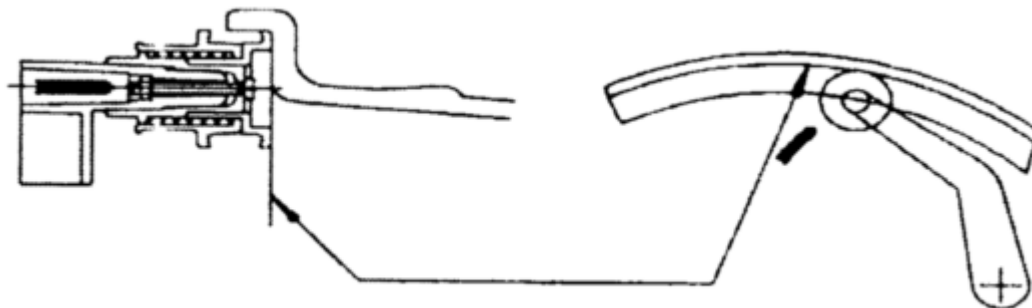

Рис. 4 - ДИСТАНЦИЯ + ДИАМЕТР ОБОДА
- Выдвинуть измерительную штангу в положение, как показано на рис.4. При перемещении штанги показания отсутствуют.